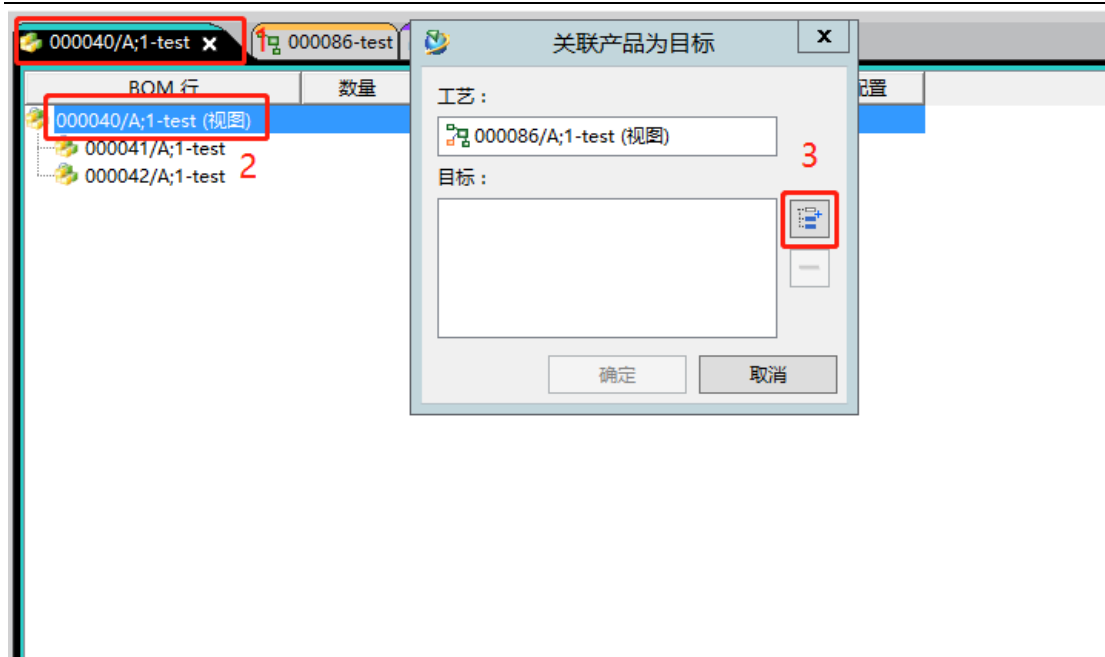

图 5
5.在产品界面选择总节点，点击“设置/添加当前选择”按钮，添加至产品对话框中，如图 5；